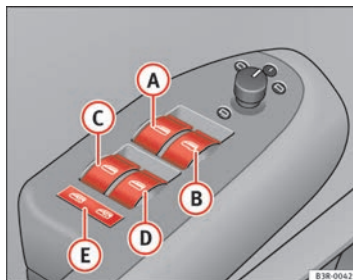

Abb. 79 Ausschnitt aus der Fahrertür: Schalter
-  Schalter ⇒ Abb. 79 für das Fenster in der Fahrertür
Mit dem Sicherheitstaster ⇒ Seite 111, Abb. 79 Ⓔ können die Schalter an den hinteren Türen außer Betrieb gesetzt werden. Nur wenn der Schalter hineingedrückt ist, lassen sich die Fenster von den Fondsitzen aus öffnen oder schließen.